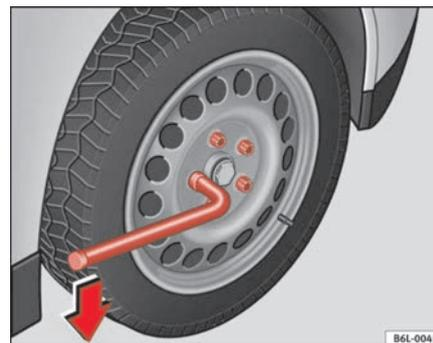

Fig. 135 Substituição da roda: aliviar os parafusos da roda
- Pegue na chave pela sua extremidade e rode o parafuso cerca de uma volta para a **esquerda** ⇒ fig. 135.